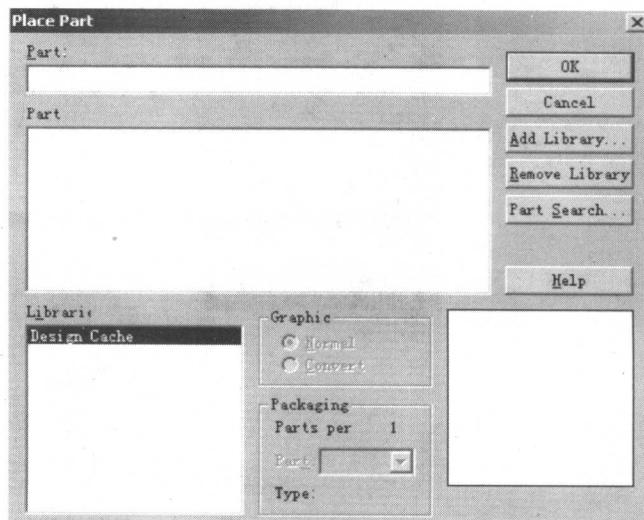

图 2-7 添加元件库
(1) 点击 Place/Part...命令或工具栏的相应图标，弹出“Place Part”窗口，如图 2-7 所示。